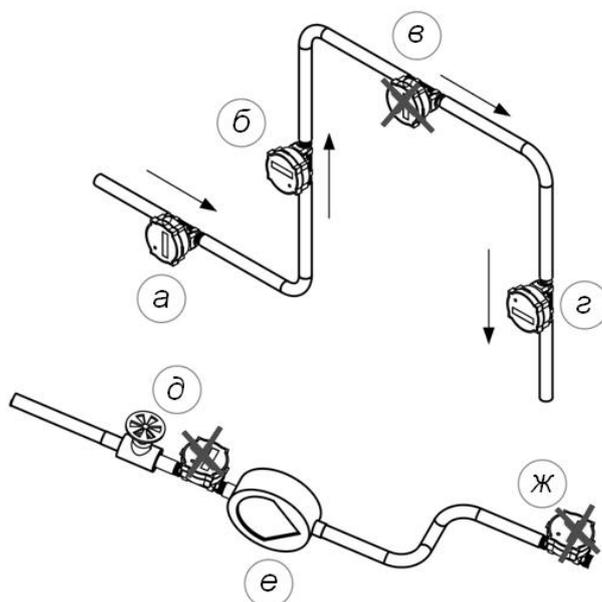

Рис.3. Рекомендуемые места установки расходомера.
6.2.2. Рекомендуемые места установки расходомера приведены на рис.3.
Допускается устанавливать изделие в горизонтальном положении (рис.3 – «а»), лицевой стороной вверх.
Также допускается установка расходомера в наклонный трубопровод либо под углом 90 градусов (вертикально), в восходящем (рис.3 – «б») или нисходящем потоке жидкости (рис.3 – «г»).
- в самой верхней точке трубопровода (рис.3 – «в»), где наиболее вероятно скопление воздуха;
- непосредственно за задвижкой (рис.3 – «д»), за исключением запорных кранов, которые должны быть полностью открыты;
- в подающей магистрали перед насосом (рис.3 – «е»);